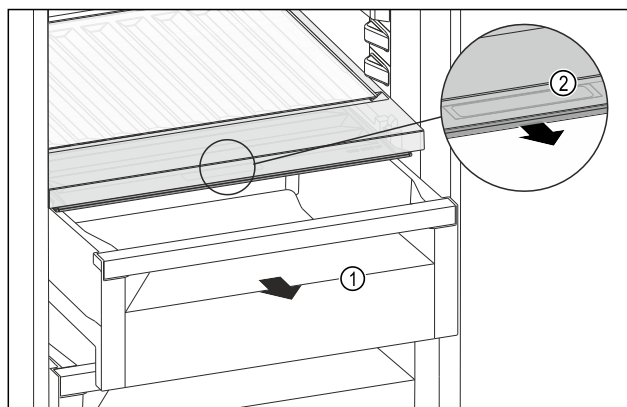

Fig. 176
- ▶ Vytiahnite zásuvku Fig. 176 (1).
- ▶ Uchopte priehlbinu na rukoväť Fig. 176 (2) na veko zásuvky a súčasne ťahajte veko zásuvky dopredu.